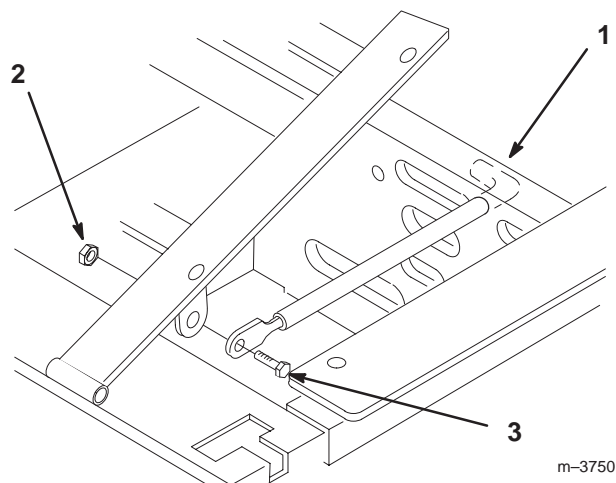

Figure 3
1. Basculez le siège en avant. Enlevez le contre-écrou (5/16") qui est vissé sur le boulon fixant la tige sur l'armature du siège (Fig. 3).
2. Retirez la tige du siège et insérez l'extrémité en L dans le trou situé juste au-dessus du côté gauche de la pompe hydraulique (Fig. 3).
3. Placez la tige à l'extérieur de la patte de montage de l'armature du siège et fixez-la en place à l'aide du boulon (5/16 x 1") et du contre-écrou (5/16") (Fig. 3).